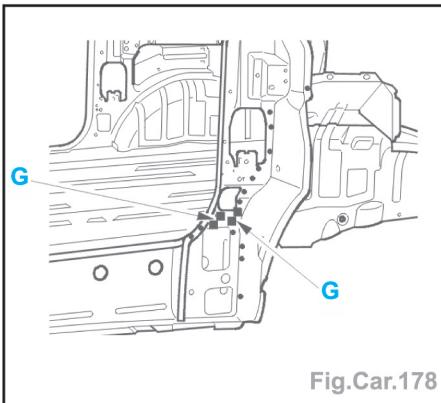

Fig.Car.178
- Souder par points électriques et par cordons MIG (suivant G) par l'intérieur du véhicule (Fig.Car.178).